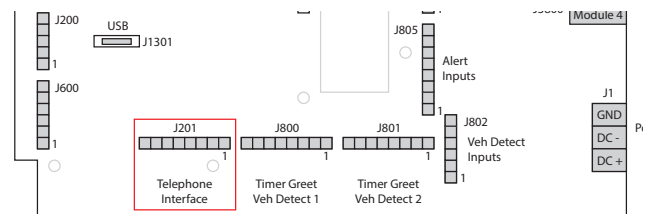

Fig. 11.3
4. Ouvrez la station de base et connectez le câble d'interface de la station de base inclus du port RJ45 de la TI7000 à J201 sur le PCBA de la station de base (voir la Fig. 11.3 pour l'emplacement de J201 et le Tableau pour le rappel de J201 si nécessaire (à la page 4)).